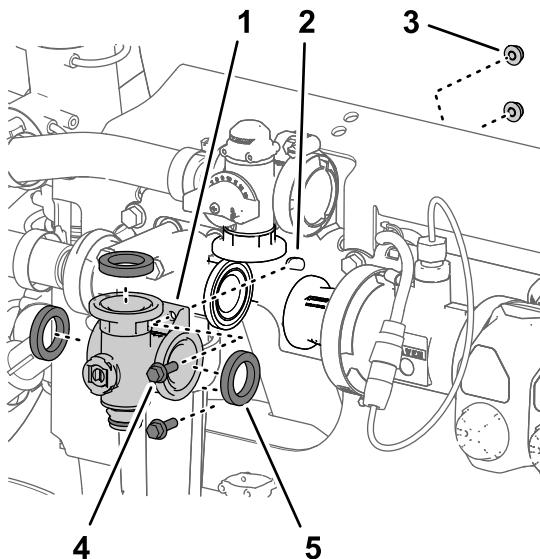
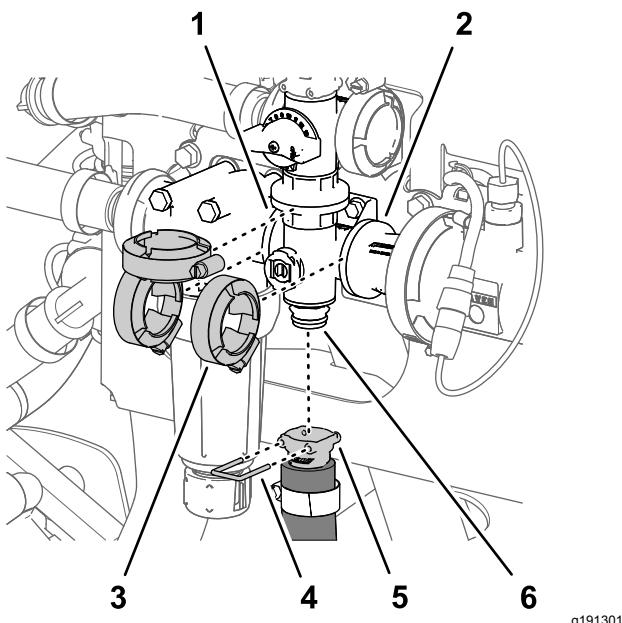

图 120
图 121
1. 将搅拌阀岐管凸缘、3 个垫片与搅拌旁通阀、压力式滤头和耦合适配器的凸缘对齐 图 120 和 图 121。
2. 用在 拆下搅拌岐管阀 \(页码 63\) 中卸下的 3 个法兰夹具将搅拌阀岐管松松固定至搅拌旁通阀、压力式滤头和耦合适配器 图 121。
5. 用手拧紧 3 个法兰夹具 图 121。
6. 用快速连接销将搅拌软管的快速连接耦合器安装到搅拌阀岐管的快速连接接头上 图 121。